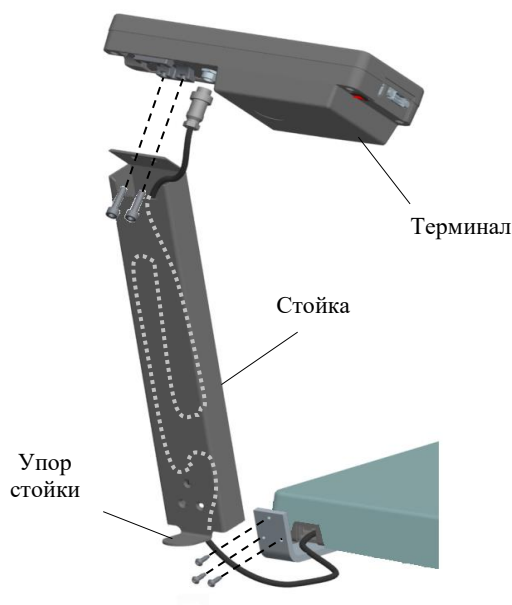

Рис. 3.2 - Сборка весов
3.3 Протянуть кабель грузоприемного устройства внутри стойки и привинтить стойку к кронштейну. Привинтить терминал к стойке (Рис. 3.2).
3.4 Установить весы на твердой, ровной поверхности, неподверженной вибрациям (на столе). Ввернуть регулировочные опоры так, чтобы упор стойки (см. Рис. 3.2), служащий для повышения устойчивости весов, касался поверхности стола.